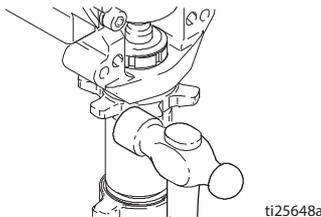

Fig. 17
6. Fig. 17. Afloje la contratuerca golpeándola firmemente con un martillo de 567 g (máximo). Desenrosque la bomba.